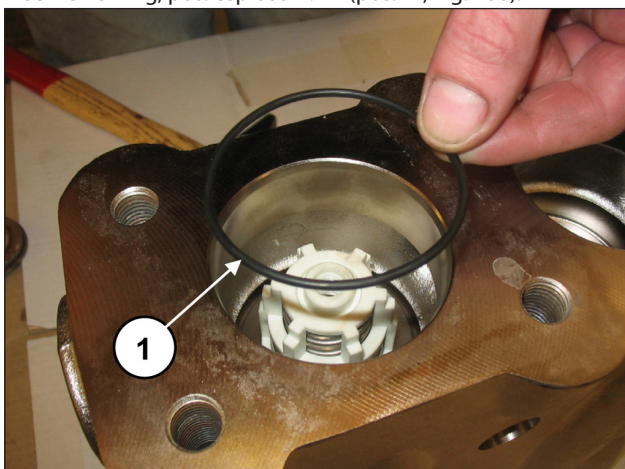

Fig. 100
Inserire l'O-ring, pos. esploso n. 17 (pos. ①, Fig. 100).